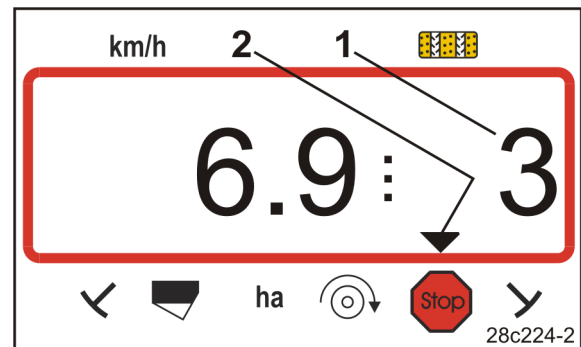

Рис. 23
- На дисплеї блимає цифра (Рис. 23/1), яка позначає лічильник технологічних колій.
- Контрольний символ (Рис. 23/2) позначає символ зупинки.